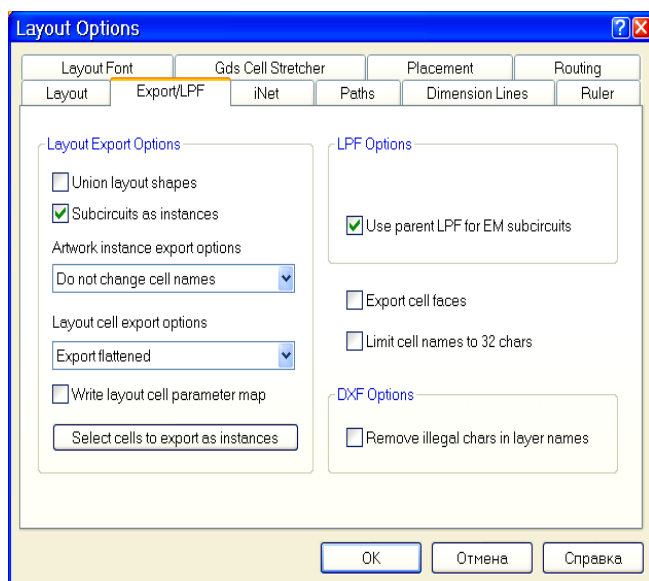

Рис. 6.79
8. Выберите в меню **Options>Layout Options**. На вкладке **Export/LPF** открывшегося окна снимите “галочку” возле опции **Union layout shapes** в области **Layout Export Options** (рис. 6.79) и нажмите **OK**.